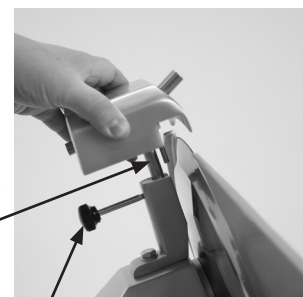

Figure 17-2
1. Desserrez la molette de déverrouillage de l'affûteur et soulevez l'affûteur pour le retirer (Fig. 17-2).
4. Déposez quelques gouttes d'huile Globe sur l'arbre principal (Fig. 17-2), remplacez l'affûteur en position et serrez la molette de déverrouillage de l'affûteur.